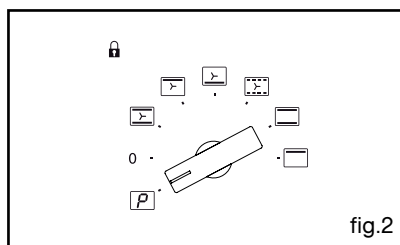

fig.2
• Plat multi usages 20 mm (fig.2)
Lorsque le temps est écoulé, la minuterie se positionne sur "0 min" et éteint le four (fig.2).
Exemple : position "  " (fig.2).
Il suffit de positionner votre sélecteur de cuisson sur la position  "Pyrolyse" (fig.2).
Au bout de quelques minutes, le voyant  s'allume, vous indiquant que la porte est verrouillée (fig.2).